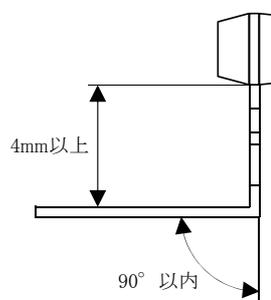

図 2. リードを垂直方向に曲げる場合
- (3) リードをトランジスタ形名表示面に対し垂直に曲げるときは、図 2 のようにケースから少なくとも 4mm 以上離れた点で折り曲げ、その角度は  $90^\circ$  以下にして下さい。